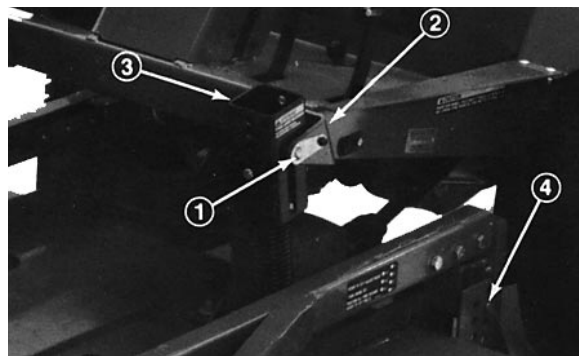

Fig. 6
2. Staccare il contrappeso dal trattorino, togliere i perni di bloccaggio dalle staffe, separare i gruppi di tensionamento molle dalle staffe ed appoggiarli sul piatto di taglio. Fissare i perni di bloccaggio alle staffe, senza stringere, per non smarrirli (Fig. 6).
3. Abbassare l'apparato di taglio e togliere i 4 perni dalle staffe dell'altezza di taglio (Fig. 6).